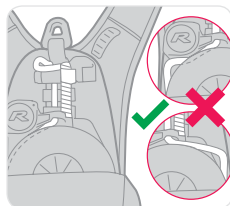

Рисунок 6
- Проверьте линию спуска на наличие провисания между барабаном и рейкой (рис. 6). Если линия спуска провисает, следует прекратить эксплуатацию снаряжения Latchways PRD и обратиться для получения рекомендаций в компанию Latchways или к ее уполномоченному агенту.